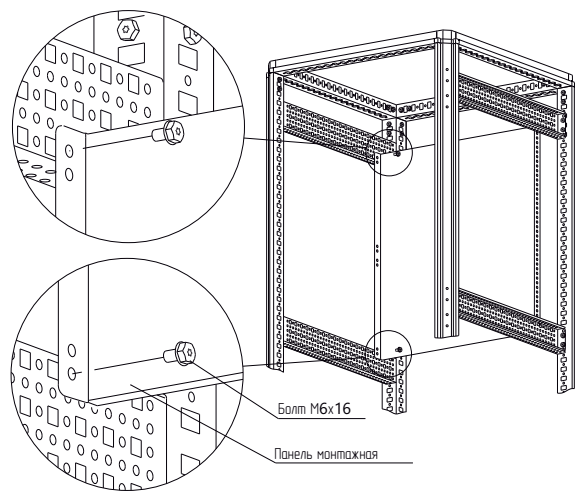

Рисунок 1
– вариант 1. Болтами самонарезающими М6×16 (рисунок 1). Момент затяжки – 7 Н·м.